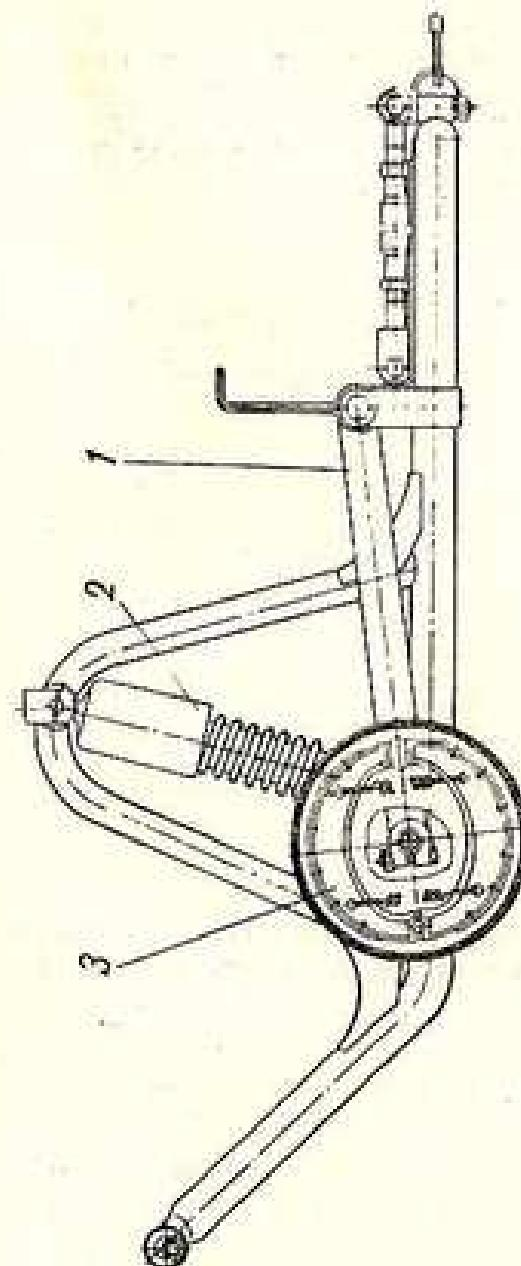

Рис. 31. РАМА БОКОВОГО ПРИЦЕПА
ЭЛЕКТРОПРОВОДКА выполнена монтажными проводами марки ПГВА с различной расцветкой изоляции. При подключении проводов пользуйтесь схемами (рис. 31). Неправильное подключение может привести к выведу из строя отдельных элементов электрооборудования.
(см. рис. 31 на вклейке)
- трубчатой рамы, снабженной маятником подвески колеса 1 (рис. 31), гидравлическим амортизатором 2, шаровыми зажимами и тягами;